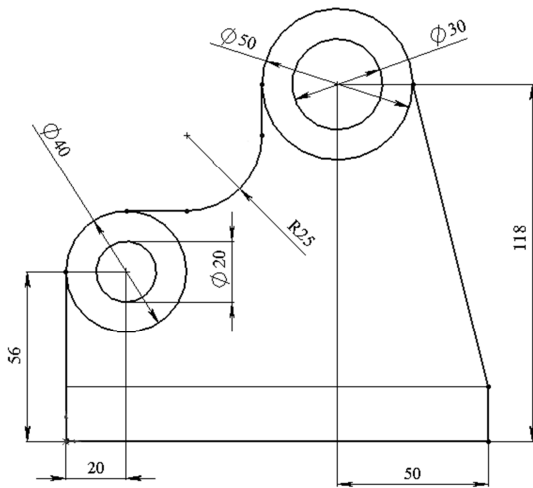

Рисунок 2.3 – Ескіз бічного контуру деталі
7. За допомогою стандартних інструментів побудови створіть ескіз бічного контуру деталі рис. 2.3. Проставте необхідні розміри. **Зверніть увагу, що ескіз повинен бути повністю замкненим!**